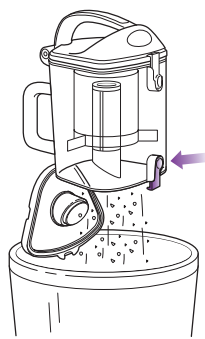

Fig. 19
- 2 Tenir le récipient à poussière au-dessus d'une poubelle et presser le bouton de dégagement de la porte du fond. (Fig. 19) Tapez doucement pour le vider. Refermez la porte en appuyant jusqu'à ce que vous entendiez un déclic.